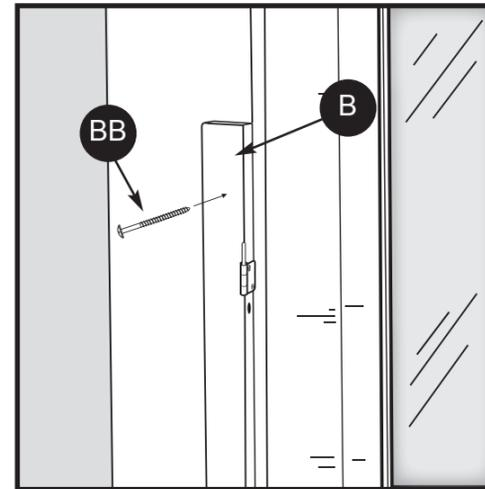

Fig. 3
Paso 1: (Fig. 3)
Aditamentos utilizados (Fig. 3)